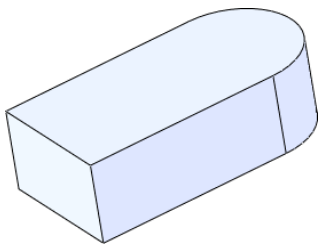

图 5-36 倒角文件
- 01 打开素材库中的“第 5 章/5-3 倒角.sldprt”文件，如图 5-36 所示。